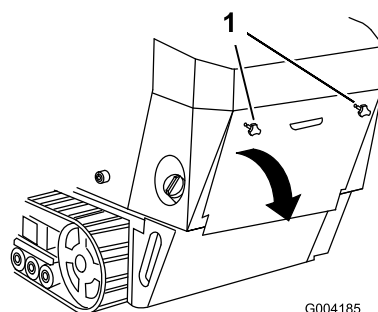

Figure 23
1. Dévissez les 2 boutons de fixation du couvercle d'accès arrière à la machine (Figure 23).
2. Basculez le couvercle d'accès arrière vers le bas et déposez-le pour accéder aux composants internes (Figure 23).